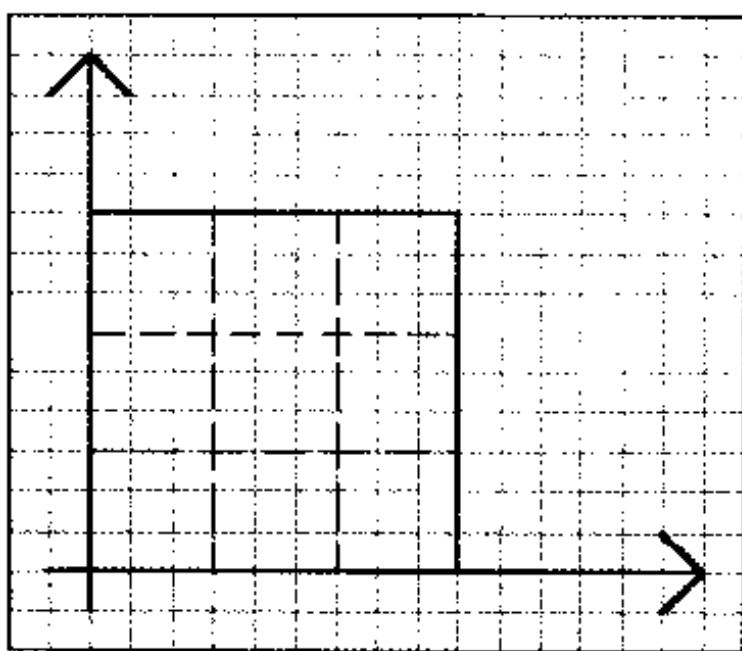

图 3-6 在图纸中绘制虚线
(10) 在如图 3-4 所示的 PolyLine 对话框中单击 OK 命令按钮,返回工作窗口,移动光标,在图纸中绘制两条水平虚线和两条垂直的虚线,然后按两次 Esc 键,退出绘制线条的工作状态,得到如图 3-6 所示的效果。